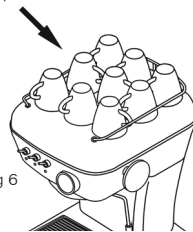

Abbildung 6
- Platzieren Sie die Tassen auf dem Tassenwärmer **9**. Die Temperatur (optimal bei 40 °C/105 °F) wird den Espresso verbessern (siehe Abbildung 6).